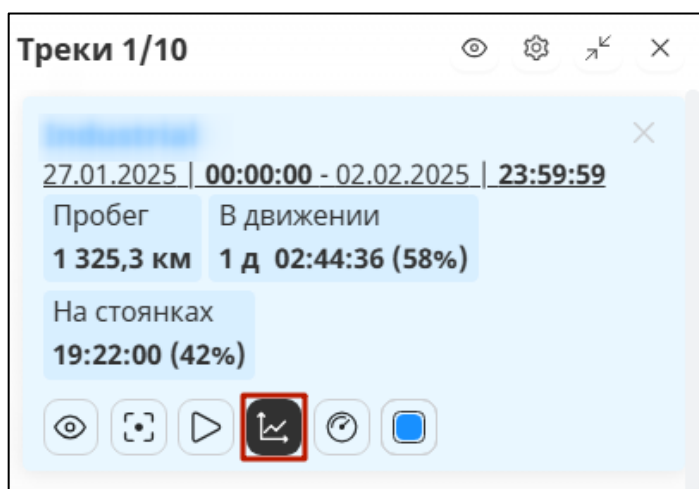

Рисунок 18
4. Для отображения на графике данных по уровню топлива нажмите кнопку «Выбрать датчики» (Рисунок 17) и в открывшемся окне выберите логический датчик уровня топлива, поставив соответствующий чек-бокс (Рисунок 18).